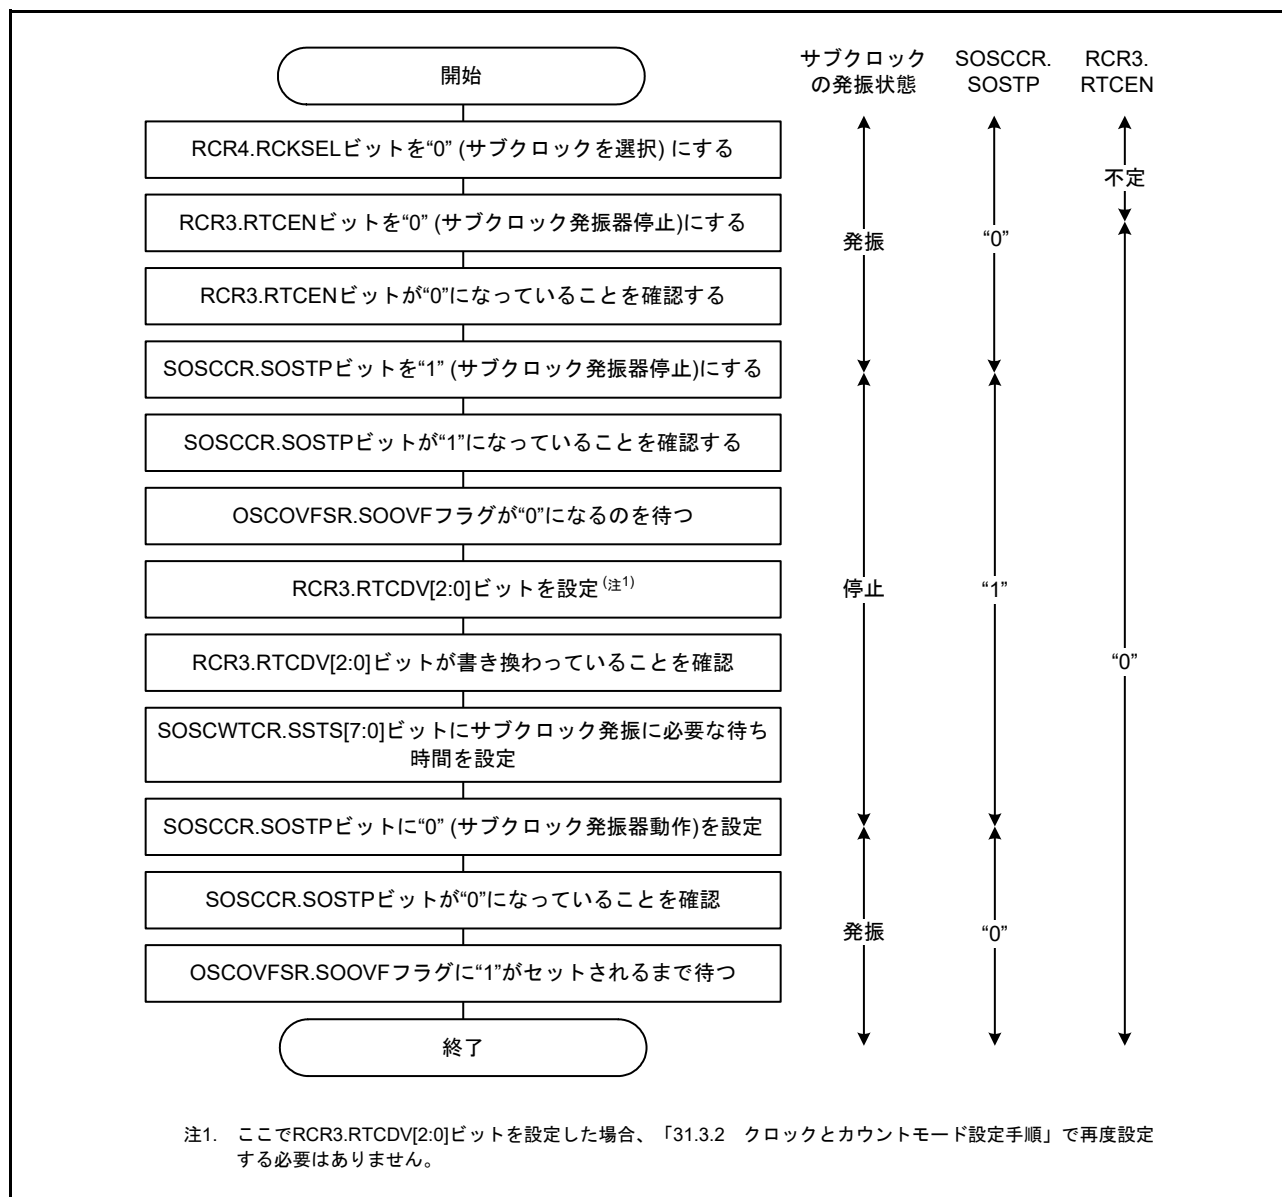

図 9.14 サブクロックをシステムクロックのみに使用する場合の初期化フローチャート例
- サブクロックをシステムクロックのみに使用する場合は、図 9.14 のフローチャートの例に従って初期設定してください。